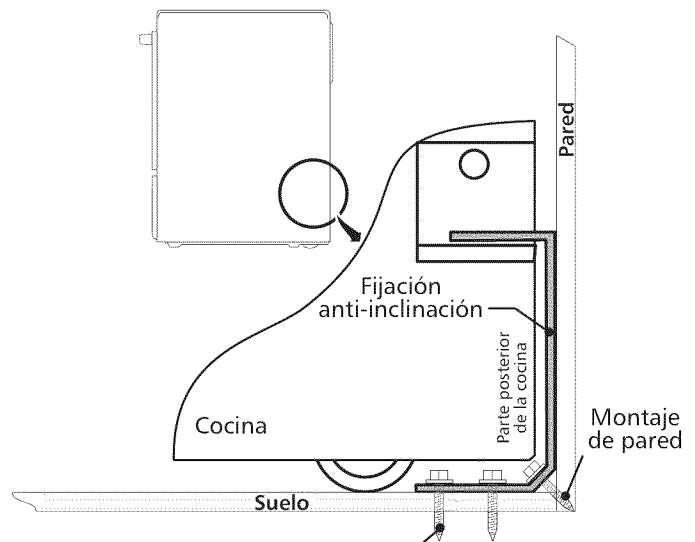

Figura 9
4. Retire el modelo y ubique la abrazadera en el suelo. Alinee los orificios en la abrazadera con las marcas en el suelo y ajuste con los cuatro tornillos provistos. La abrazadera debe quedar fijada al suelo (figura 9) sólido. Si se fija al suelo concreto, primero haga orificios pilotos de un diámetro de 3/16" (0,48 cm), utilizando una barrena para concreto.
6. Deslice la cocina hacia su lugar asegurándose que la pata de centro trasera está completamente segura con el soporte anti-inclinación (figura 9). Baje la cocina ajustando las patas de nivelación hasta que la plancha de cocinar esté apoyada en el mostrador. Refiere a la "Nivelación de la cocina".